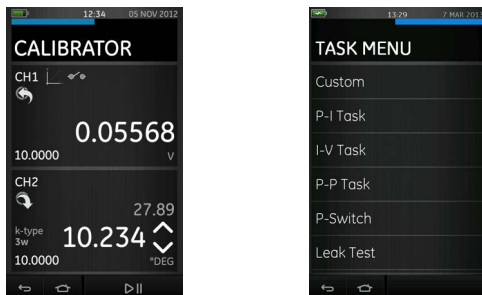

Rysunek 3: Pulpit nawigacyjny — ekran dotykowy
7. Urządzenie Druck DPI 620 Genii, tryby (patrz rys. 3, pulpitanawigacyjny)
7. Druck DPI 620 Genii, Modos (Ref.: Fig. 3, Painel)